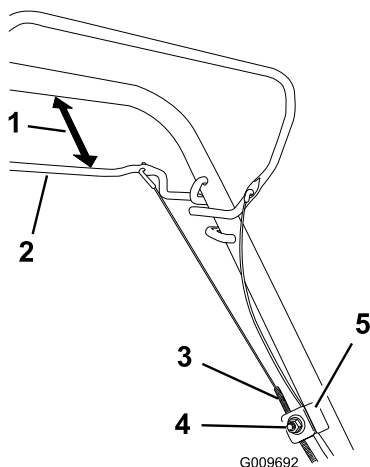

Bild 33
1. Lösen Sie die Kabelstützenmutter (Bild 33).
2. Halten Sie den Selbstantriebsbügel 25 mm bis 38 mm vom Bügel entfernt (Bild 33).
3. Ziehen Sie den Kabelmantel (zur Maschine), bis das Kabel stramm ist (Bild 33).